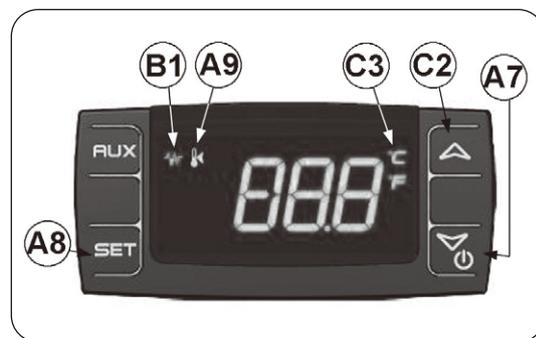

図 12
スイッチボタン(図12のA7)を3秒以上押し続けると運転を開始し、水温が表示されます。設定温度を確認するには、SETボタン(図12のA8)を押します。水温表示に戻るには再びSETボタン(図12のA8)を押します。もしくは5秒間待つと自動的に水温表示に戻ります。
22) 運転を停止させるには、スイッチボタン(図12のA7)を3秒以上長押しします。ディスプレイに「OFF」と表示されます。
点灯：冷却機能が作動中(図12のB1)
点灯：加温機能が作動中(図12のA9)
点滅：冷却機能がスタンバイ(図12のB1)
点滅：加温機能がスタンバイ(図12のA9)
各ボタンの位置については図12を参照してください。